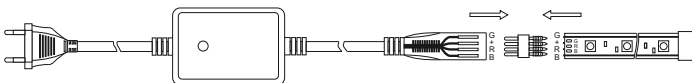

Рисунок 2 / Figure 2 / 2 сыret
- вставить коннектор, идущий в комплекте с драйвером, в ленту. Коннектор имеет разную форму выводов: заострённые выводы подключить к ленте, а скруглённые выводы - к разъёму драйвера (рисунок 2);
- вставить коннектор с лентой в разъем драйвера в соответствии с полярностью. Контакты в разъёме драйвера расположены несимметрично (рисунок 2). При монтаже разъём драйвера расположить так, чтобы контакты располагались в нижней части разъёма;
- insert the connector included with the driver into the tape. The connector has a different pin shape: connect the pointed pins to the tape, and the rounded pins to the driver connector (Figure 2);
- insert the connector with the tape into the driver connector according to the polarity. The contacts in the driver connector are arranged asymmetrically (Figure 2). When mounting, position the driver connector so that the contacts are located at the bottom of the connector;
- до роз'єму драйвера (рисунок 2);
Контакти в роз'ємі драйвера розташовані несиметрично (рисунок 2). При монтажі роз'єм драйвера розташувати так, щоб контакти розташовувалися в нижній час.